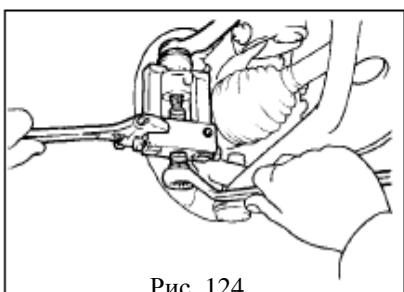

Рис. 124
- (1) Отсоедините шплинт и гайку
- (2) С помощью съёмника шаровых шарниров, выпрессуйте шарнир рулевой тяги из поворотного кулака.(рис. 124)